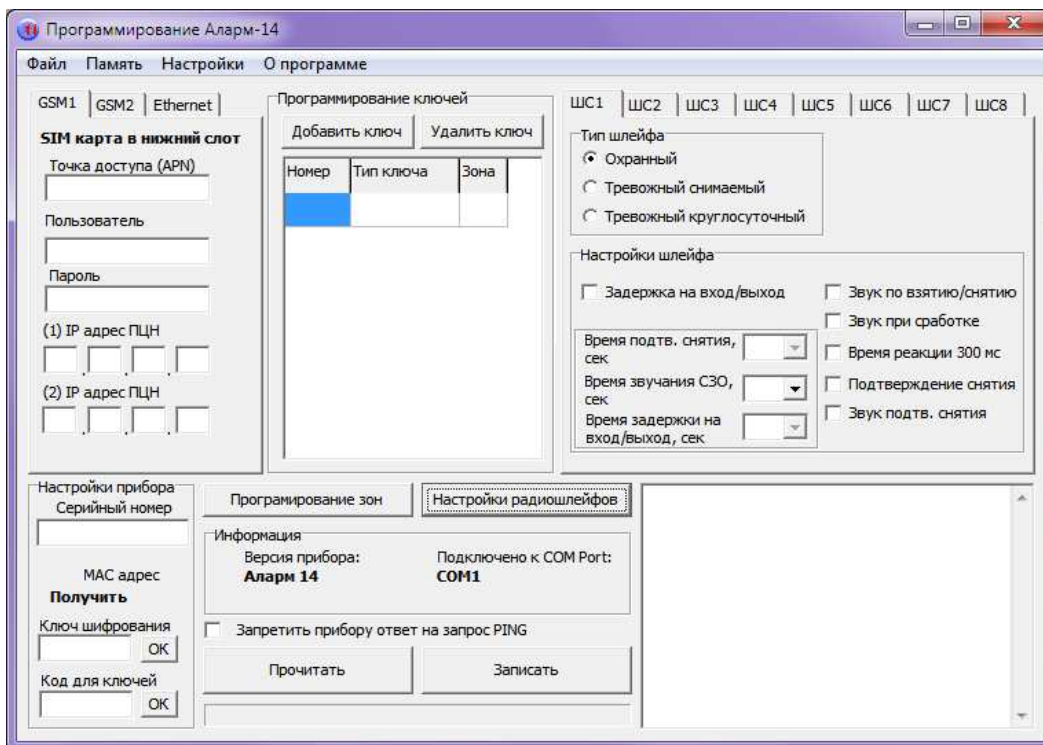
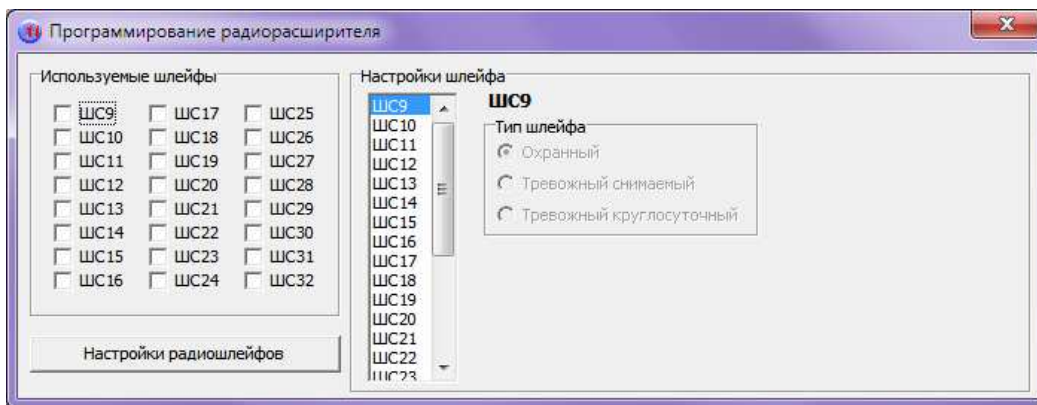

Рисунок 5
Рисунок 9
3.1.3 В результате выполнения этой команды на экране ПЭВМ появится основное окно «Программирование Аларм-14» (рисунок 5)
Для каждого ШС укажите его «Тип шлейфа», также, в «Настройках шлейфа» отметьте необходимые параметры и выберите из выпадающих списков необходимые числовые значения для звукового оповещения (рисунок 9).
3.2.1 Для настройки параметров радиоканальных ШС в основном окне «Программирование Аларм-14» (рисунок 5) выберете вкладку «Настройки радиощлейфов». Далее, в окне «Программирование радиорасширителя» (рисунок 9) необходимо выбрать вновь «Настройки радиощлейфов»
3.2.6 После связывания всех радиоканальных ОИ с прибором нажмите в главном меню «Файл / Выход». В результате выполнения этой команды на экране ПЭВМ вновь появится окно «Программирование радиорасширителя» (рисунок 9).